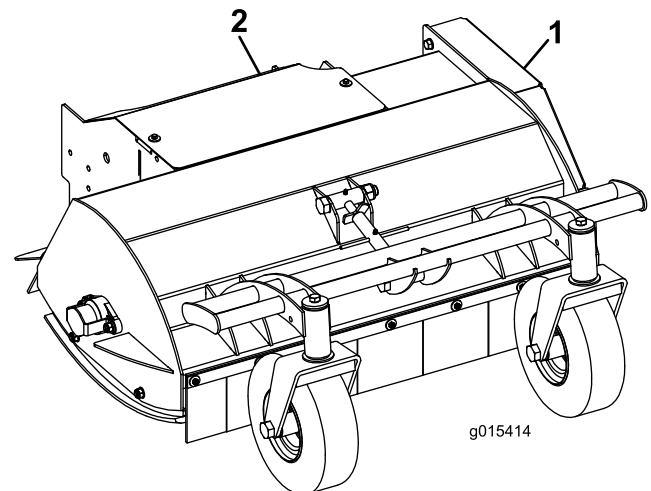

Figura 7
1. Retire el protector superior (Figura 7).